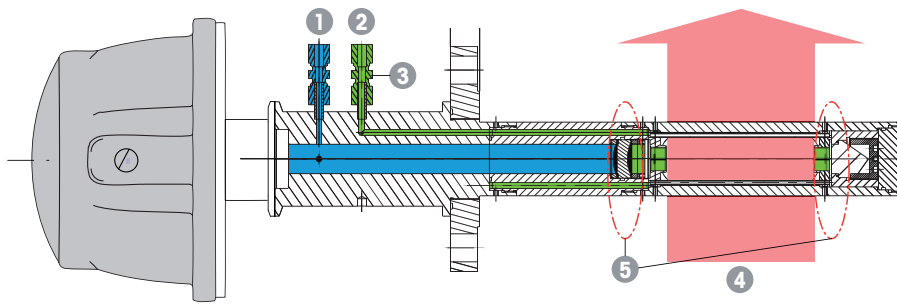

Figure 7 Configuration de la purge en cas d'utilisation d'une sonde avec purge standard (SP)
Dans la Figure 7 à la page 41, et la Figure 17 à la page 45, vous trouverez des informations complémentaires concernant les conditions de purge à respecter pour la sonde avec purge standard (SP) et la configuration des débitmètres externes (rotamètres) utilisés pour fournir et contrôler le débit du gaz de purge.